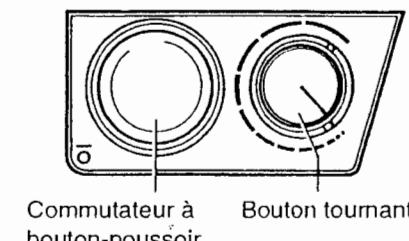

Fig. 4
- Introduire la fiche dans la prise et enfoncez le bouton-poussoir avec le pouce (fig. 4 et 5).